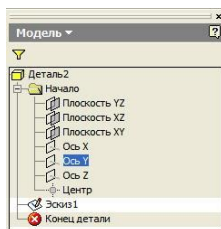

Рисунок 2.4 – Панель событий (браузер)
- Затем нажмите в браузере (рис. 2.4) символ «+» напротив надписи **Начало** и выберите **ось Y**, при этом в графической зоне появится проекция стандартной оси Y.